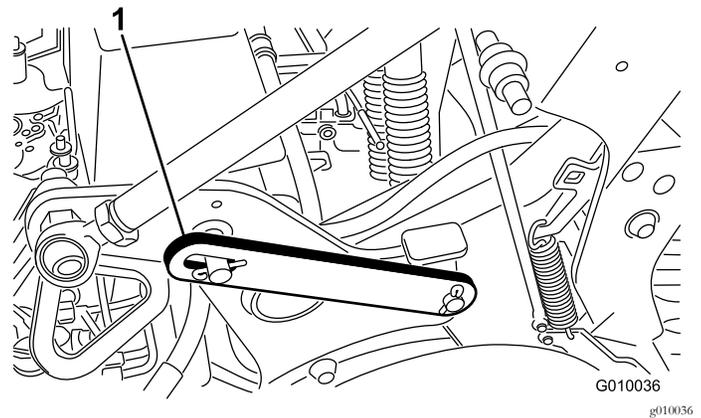

図 20
3. ラッチを収納位置に止めているクリップリングを外す 図 20。